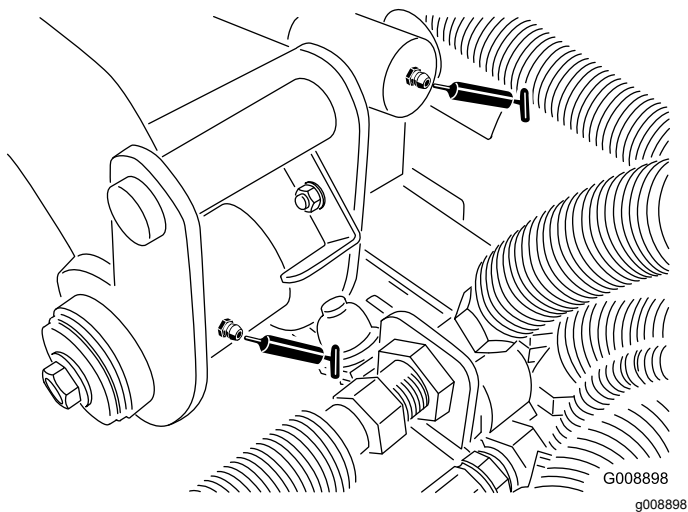

Figura 64
- Pivot bra de ridicare spate i cilindru de ridicare (2 fittinguri - Figura 64)